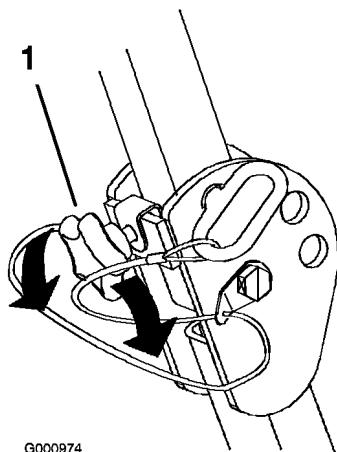

Figure 8
1. Pour abaisser l'arceau de sécurité, desserrez les boutons avant (Figure 8).
Important: Serrez les boutons avant contre les extrémités centrales de l'arceau de sécurité (Figure 8).